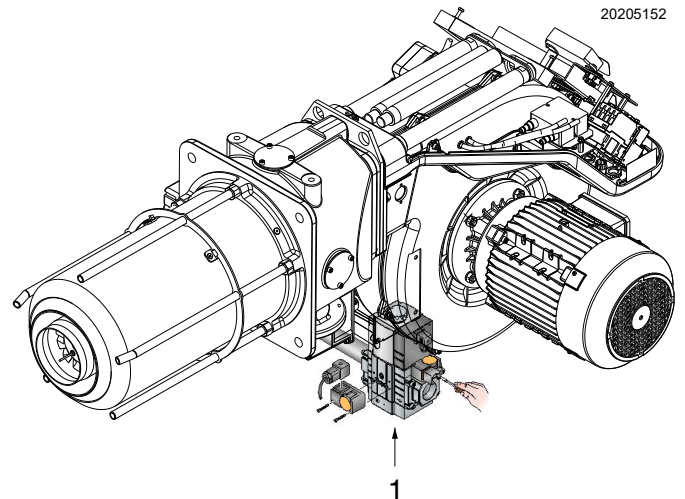

Abb. 33
- Den Gasversorgungsdruck durch Anschluss eines Manometers an die Druckentnahmestelle 1)(Abb. 33) des Gasdruckwächters kontrollieren: er muss niedriger sein als der auf dem Typenschild angegebene, maximal zulässige Druck der Gasstrecke.
- Nun die Leitung der Gasstrecke entlüften, indem ein Kunststoffschlauch an der Druckentnahmestelle 1) (Abb. 33) des Gas-Mindestdruckwächters angeschlossen wird. Den Kunststoffschlauch ins Freie führen und entlüften bis der Gasgeruch wahrnehmbar ist.
Ein Richtwert kann den Abb. 26, Abb. 27, Abb. 28 und Abb. 29 auf Seite 29 entnommen werden. Es genügt, den Gasdruck am U-Rohr-Manometer abzulesen (in der Abb. 33 auf Seite 33 gezeigt) und den Anweisungen zu folgen.